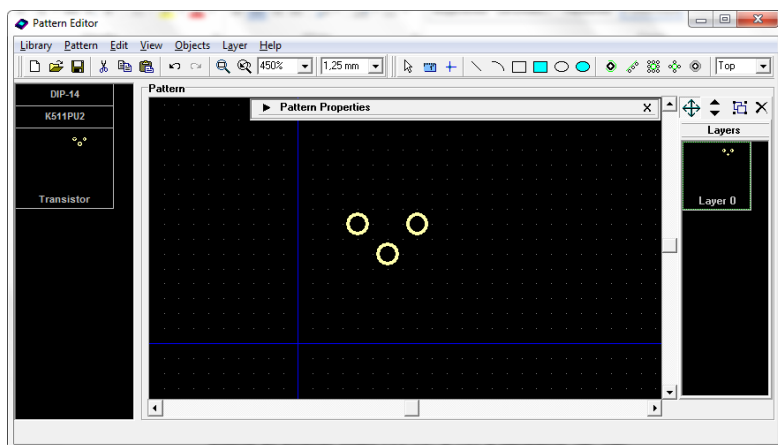

Рис. 3.4.1
3) Установить контактные площадки посадочного места микросхемы. Для этого выполнить команду **Place Pad**. Поставить курсор в точку (5;10) и щелкнуть ЛК. Перевести курсор в точку (7,5; 7,5) и щелкнуть ЛК, наконец, установить курсор в точку (10; 10), щелкнуть ЛК, затем ПК. Будут установлены контактные площадки под выводы транзистора. Затем щелкнуть ПК. Результат представлен на рис. 3.4.1.